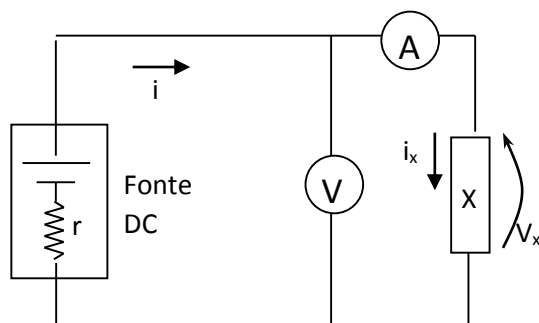

Figura 3.1: Primeiro circuito sugerido para se obter a resistência de um resistor.
- Em seguida, monte um circuito conforme ilustrado na figura 3.1, usando cada um dos resistores (representado por **X** na figura) por vez.